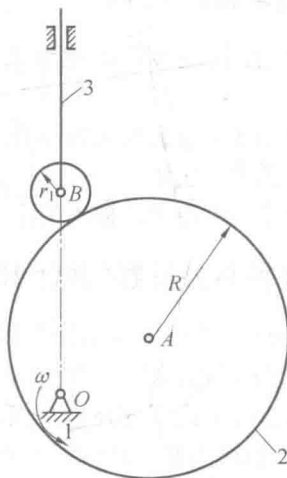

图4 对心直动滚子凸轮
2. (12 分) 一对心直动滚子从动件凸轮(图 4), 已知: 凸轮 $R = 40 \text{ mm}$, 偏心距 $OA = 25 \text{ mm}$, 滚子半径 $r_1 = 10 \text{ mm}$ 。试求: